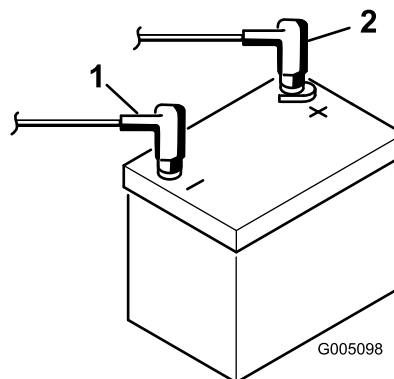

Figura 7
- Conecte el cable positivo (rojo) al borne positivo (+) y el cable negativo (negro) al borne negativo (-) de la batería y sujételos usando los pernos y las tuercas (Figura 7). Deslice la cubierta de goma sobre el terminal positivo para evitar posibles cortocircuitos eléctricos.